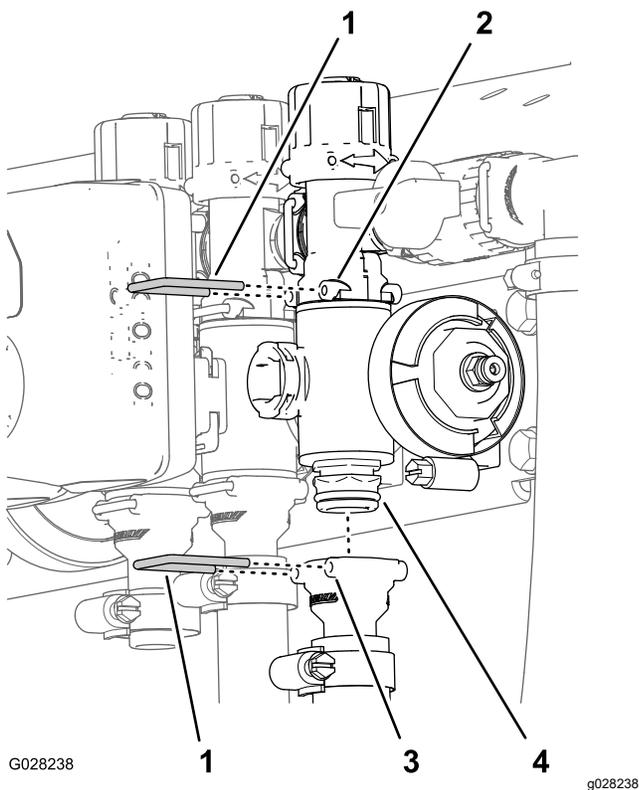

图 75
2. 拆下将出口接头固定至喷洒臂段阀歧管和将阀歧管固定至旁通阀接头的卡环 **图 75**。